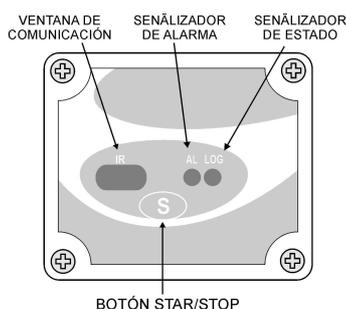

Figura 01 – Frente del Registrador
- **Inmediato:** inicio inmediato, así que la programación es terminada y enviada (OK) al registrador.
- **Vía botón de Start:** Inicia e interrumpe las adquisiciones presionando el botón de start por dos segundos, localizado en el frontal del registrador. Ver Figura 01.